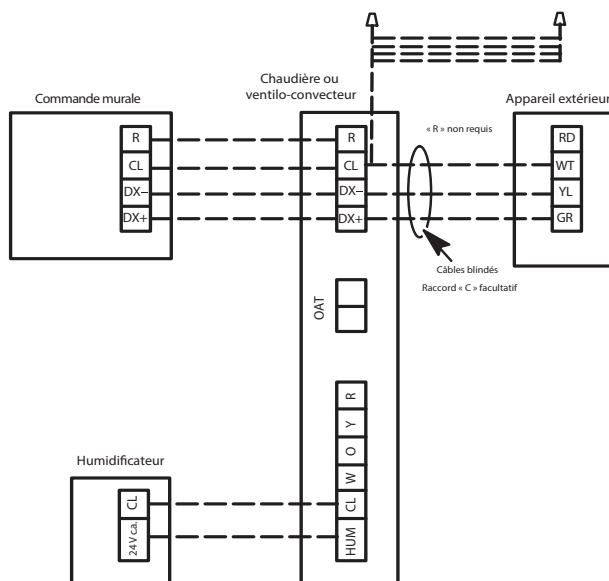

Figure 6 – Câblage de chaudière ou de ventilo-convecteur communiquant avec thermopompe communicante à vitesse variable
Raccordez les quatre fils du panneau Observer au serpentin de la chaudière/du ventilateur communicant avec moteur communicant. Seuls deux fils de serpentin de chaudière/ventilateur DX+ (GR), DX- (YL) sont raccordés au câblage de l'inverseur extérieur GR (DX+), YL (DX-) (voir figure 6). Si des fils sont disponibles, nous vous recommandons de raccorder la borne C (WT) (voir figure 6). Cela permet de réduire le risque de problèmes de communication. Vous devriez regrouper et terminer les câbles basse tension non utilisés au moyen d'un écrou à fil à chaque extrémité. Vous devriez raccorder l'extrémité la plus proche du serpentin intérieur à la borne C.